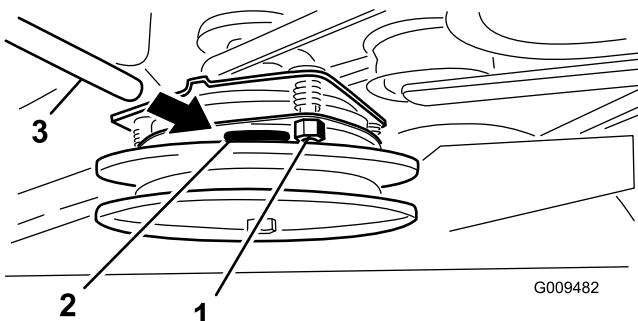

Figure 59
2. Si un réglage est nécessaire, réglez-le à 0,381 mm (0,015") pour chacune des trois positions de réglage. Serrez les contre-écrous jusqu'à ce la jauge d'épaisseur fléchisse légèrement mais puisse bouger facilement dans l'entrefer (Figure 59).